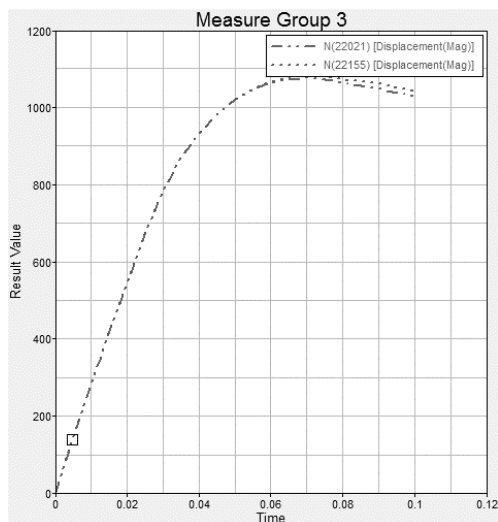

图 13-41 动态更新位移测量结果
- (14) 运行动画，Live link 功能将动态更新曲线图，如图 13-41 所示。
- (15) 停止动画。